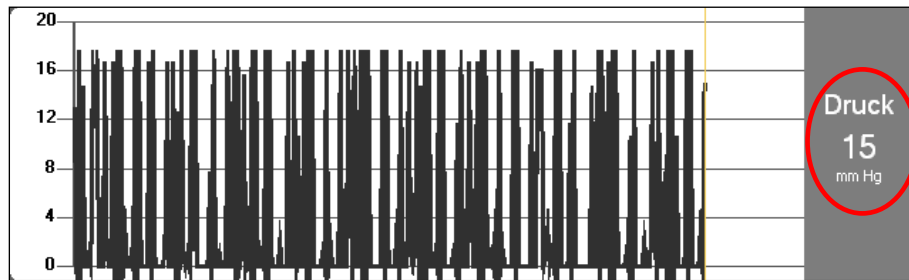

Abb. 23
- Druck im Infusionskreislauf (Abb. 23).